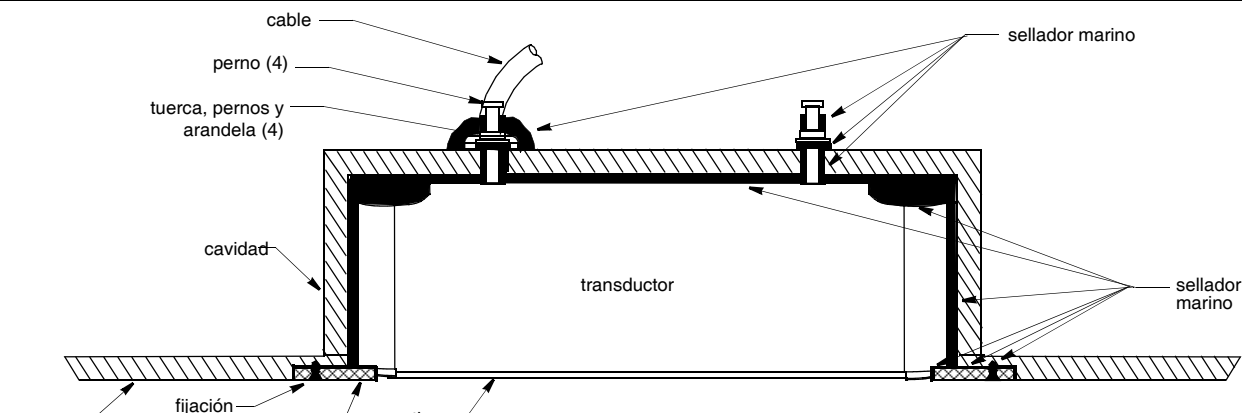

Figura 3. Preparación de la superficie e instalación
2. Aplique sellador marino a las siguientes superficies para sellar el casco y mantener el transductor firmemente sujeto (Figura 3).